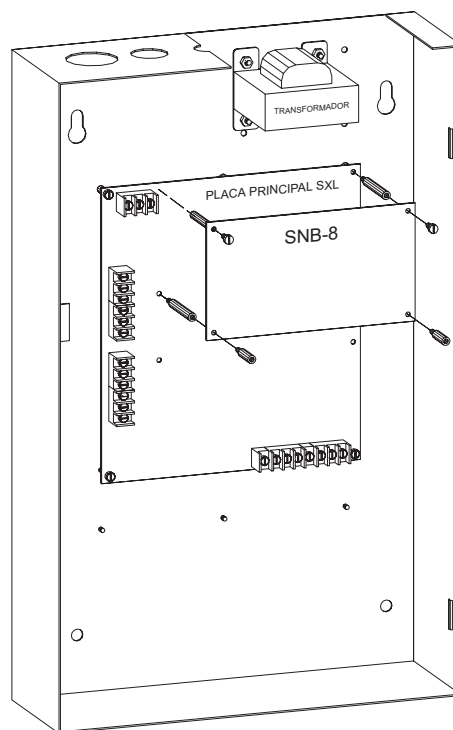

Figura 2
Em um Sistema SXL Novo (Consulte a Figura 2)
4. Aparafuse os dois últimos standoffs longos fornecidos na placa principal, como é mostrado na Figura 2.